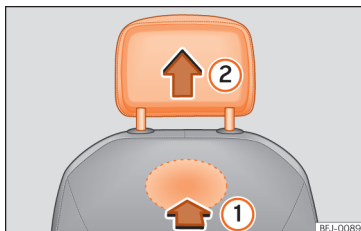

Рис. 99 Знімання переднього підголівника.
- Щоб розблокувати підголівник, знайдіть на спинці сидіння заглиблення й натисніть на нього в напрямку стрілки »» **рис. 99 ①**.
- Витягніть підголівник у напрямку стрілки ②.